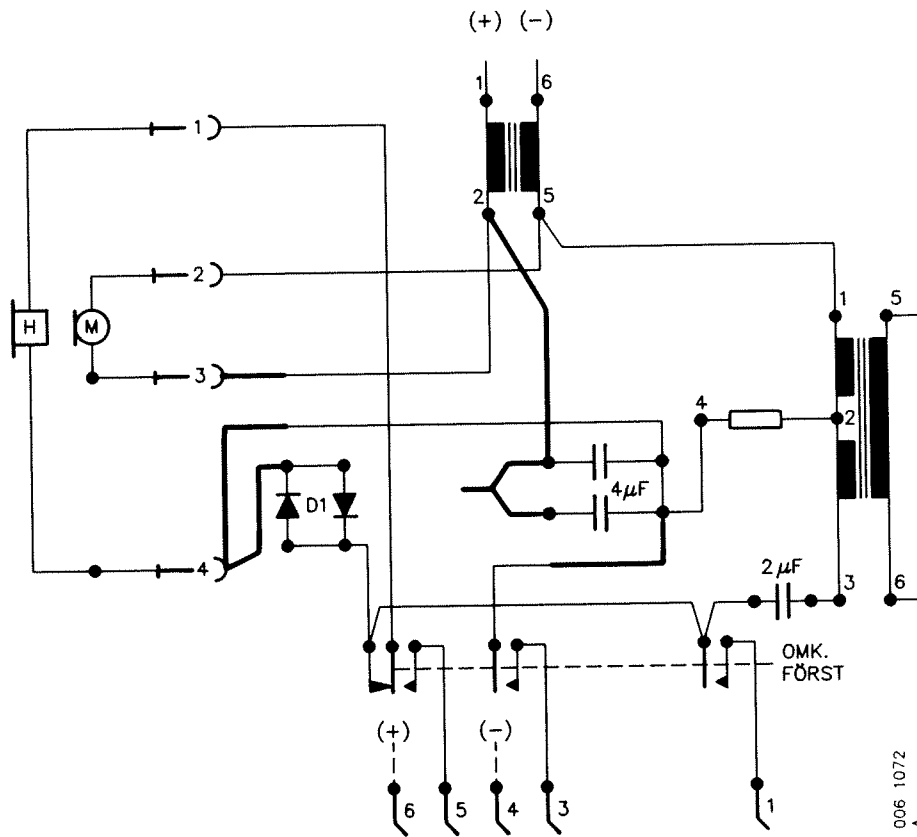

Bild 23. Enhetens koppling efter modifiering
- Flytta, enligt bild 23, de bortlödda förbindningarna samt dra en ny förbindning mellan diodbryggan D1 och stiftet 4 på anslutningsjacken för talgarnityret. Dra även en ny förbindning mellan drosselns stift 2 och $C=4 \mu\text{F}$.